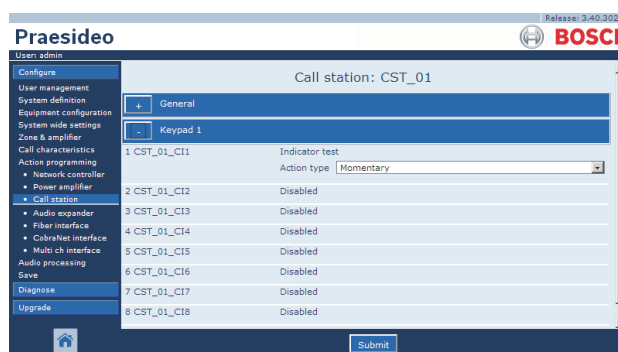

figura 48.32: Tecla Indicator test
- 1 Se for efectuada uma chamada para, pelo menos, uma das zonas ou grupos de zonas configurados com uma prioridade igual ou superior à configurada, é activada a segunda saída para este indicador de tecla (normalmente, um LED amarelo) num Módulo de Teclado da Consola de Chamadas PRS-CSKPM. Se for utilizada para indicar uma chamada de emergência nestas zonas ou grupos de zonas, deverá ser associado um LED vermelho a esta saída. De preferência, utiliza-se um indicador dedicado por zona de emergência. A cor vermelha para esta finalidade efeito está definida na maioria das normas para sistemas de som de emergência, por exemplo, a EN54-16. Se a prioridade definida for 224, o indicador *Zone status* acende-se caso seja efectuada uma chamada de emergência (de prioridade igual ou superior a 224) para essa zona ou grupo de zonas. Consulte na figura 48.32 uma análise geral da página *Action programming* para uma tecla *Zone status*.